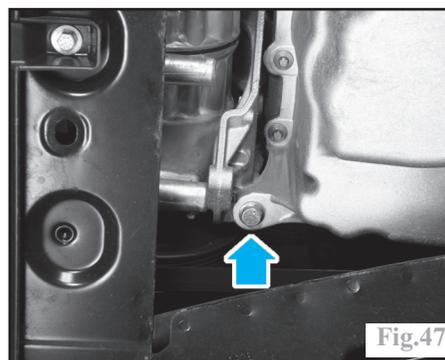

Fig.47
- la fixation du carter inférieur sur le support d'accessoires (derrière le compresseur ou la poulie folle) (Fig.47).